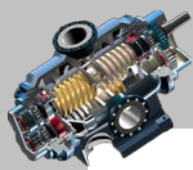
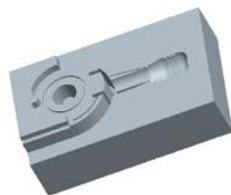

图 10.20 着色后的上半部分体积块
图 10.21 着色后的下半部分体积块
Step5. 在“体积块分割”操控板中单击 **体积块** 按钮，在“体积块”界面中单击 1 体积块_1 区域，此时模型的上半部分变亮，如图 10.20 所示，然后在选中的区域中将名称改为 upper_vol；在“体积块”界面中单击 2 体积块_2 区域，此时模型的下半部分变亮，如图 10.21 所示，然后在选中的区域中将名称改为 lower_vol。